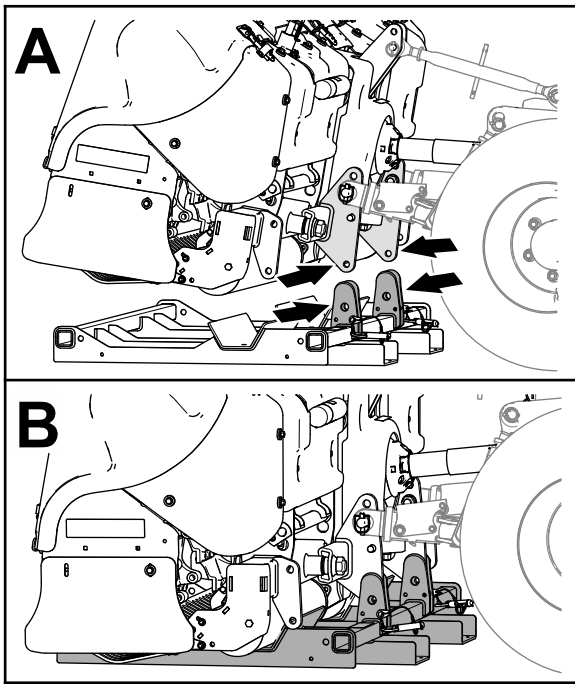

Figura 45
1. Alinee las placas de apoyo del soporte de almacenamiento con la brida del bastidor de enganche de la máquina (Figura 45).
2. Baje la máquina sobre el soporte de almacenamiento hasta que los orificios del soporte estén alineados con los de la brida del enganche (Figura 45).